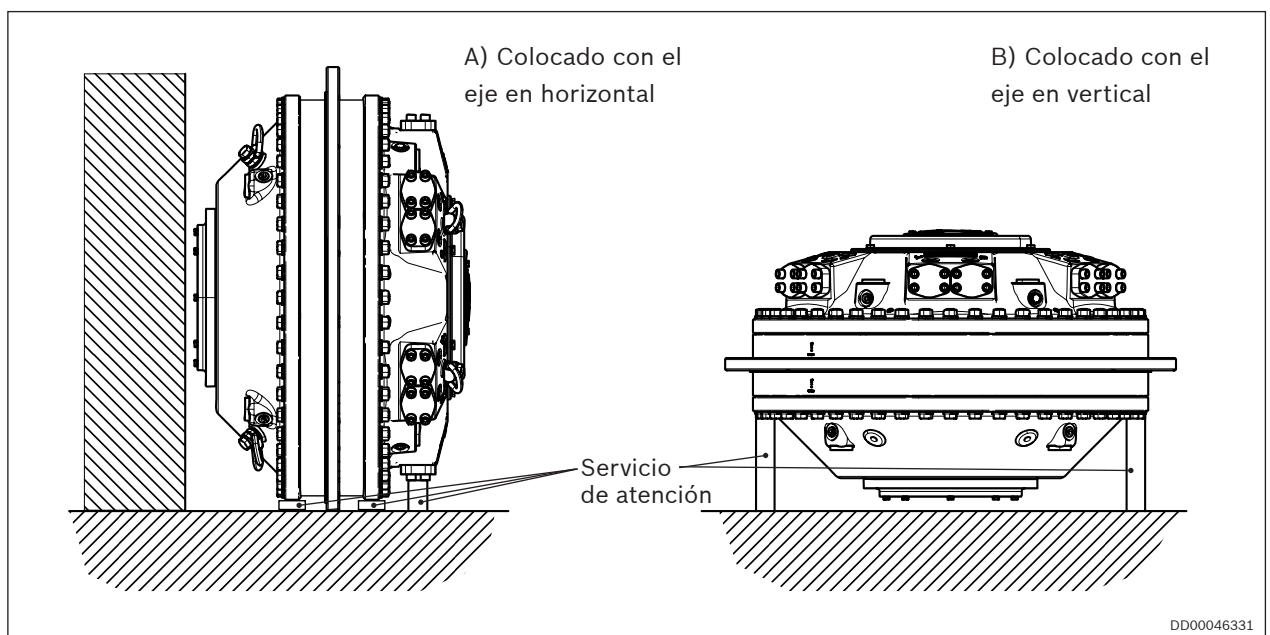

Fig. 12: Motor CBm colocado sobre una superficie plana
- ▶ Se recomienda también colocar soportes en la superficie de instalación del motor, ver *Fig. 12*
Cuando el motor se coloca sobre una superficie plana (por ejemplo, un suelo), debe apoyarse bien sobre su diámetro exterior o sobre la cara bien protegida del extremo del eje hueco. También es aconsejable utilizar los soportes que se muestran en *Fig. 12*.
1. Coloque el motor tal y como se muestra en *Fig. 12, alt.A)* Con el eje en horizontal.
5. Coloque el motor tal y como se muestra en *Fig. 12, alt. A)* Con el eje horizontal o B) Con el eje vertical.